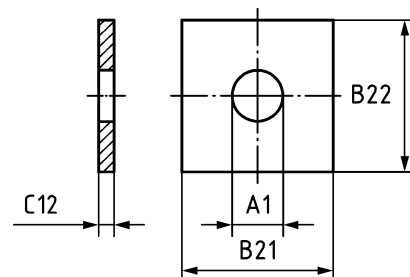

Bild 6 — ID = DIN-AAA767
- f) im neu benummerten Bild 6 zur Sachmerkmal-Leiste Nr. 5 wurde A1 in A3 umbenannt;